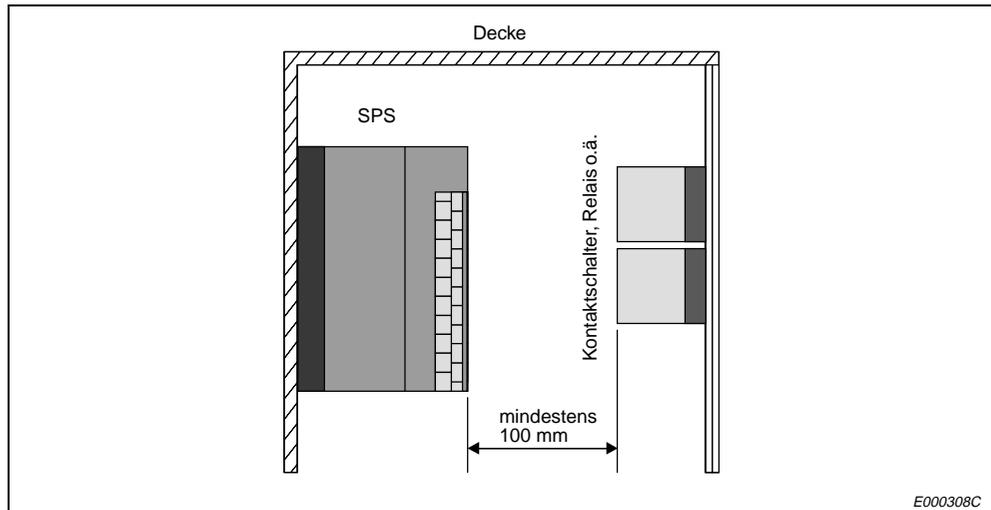

Abb. 9-9: Anordnung der Module im Schaltschrank
- Befindet sich im Schaltschrank vor dem SPS-System ein Gerät, das starke Störungen und Wärme erzeugt, muß zwischen diesen beiden Anlagen ein Abstand von mindestens 100 mm verbleiben. Das Gerät könnte z.B. an der Innenseite des Schaltschranks angebracht sein, siehe Abb. 9-9.